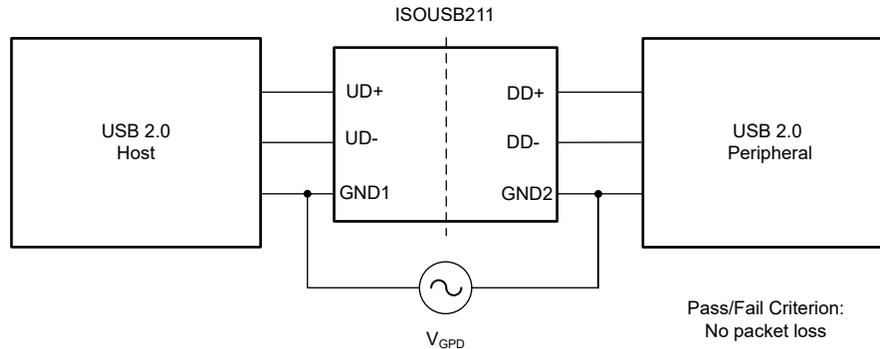

图 4-1. ISOUSB211 示例测试配置
**ISOUSB211DPEVM** 可用于测试接地环路对 USB 传输的影响。该 EVM 具有典型的 **ISOUSB211** 应用，并在同一 PCB 上包含一个非隔离式端口 USB 连接以供比较。可以按照图 4-1 中所示的设置轻松创建测试配置。可以在音频应用中通过连接到 EVM 的 GND1 和 GND2 引脚的函数发生器发出的  $10V_{RMS}$  信号来模拟图中的  $V_{GDP}$ 。